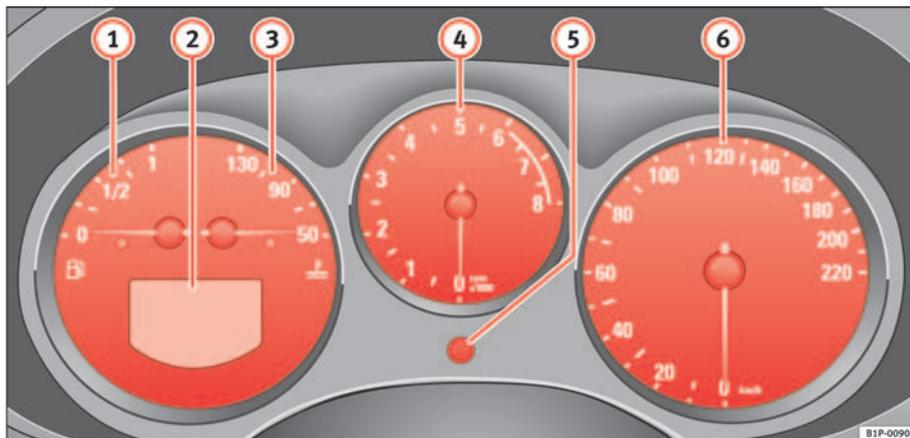

Fig. 33 Detalle del tablero de instrumentos: cuadro de instrumentos
El principio de la zona roja ⇒ página 58, fig. 33  indica el régimen máximo de revoluciones del motor funcionando a temperatura de servicio. Antes de alcanzar dicha zona se debe cambiar a una marcha más larga, colocar la palanca selectora en D o levantar el pie del acelerador.
- Para ajustar las horas, gire el botón ⇒ página 58, fig. 33  hacia la izquierda hasta el tope. Si gira el botón brevemente hacia la izquierda, se avanza una hora.
El contador derecho registra los recorridos cortos. La última posición indica tramos de 100 m. El contador para recorridos cortos puede ponerse a cero presionando el botón de puesta a cero ⇒ página 58, fig. 33 ⑤.